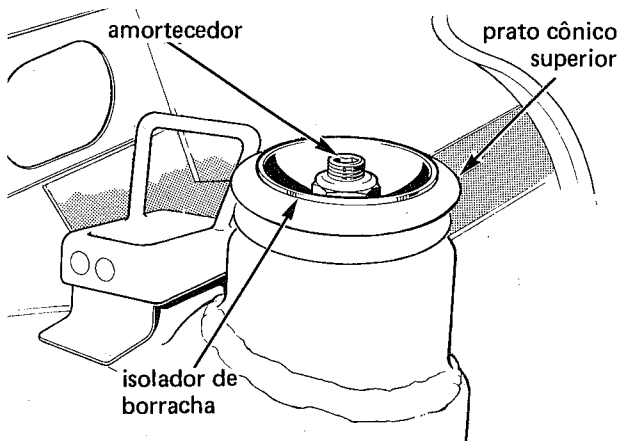

fig. 13
3. Levantar a tampa traseira e retirar o porta-pacotes; remover a cobertura plástica, a porca de fixação superior do amortecedor, o prato cônico superior e o isolador de borracha da parte superior do amortecedor (figs. 13 e 14)